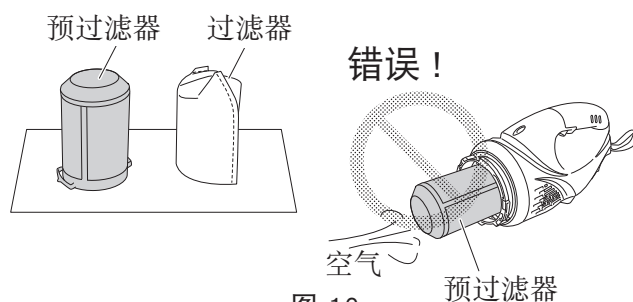

图 19
- 请勿使用气枪或类似的工具清洁预过滤器、过滤器或本产品。(图 19) 否则会使灰尘进入产品内部并导致故障。